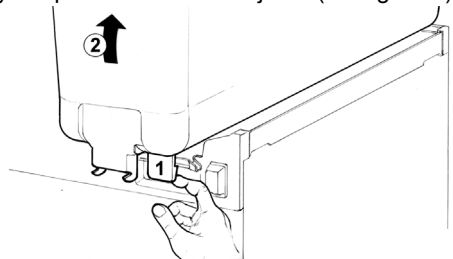

figura 2
- 2** Quitar el contenedor vacío levantándolo por la parte anterior y desprendiéndolo de la junta (ver figura 2).